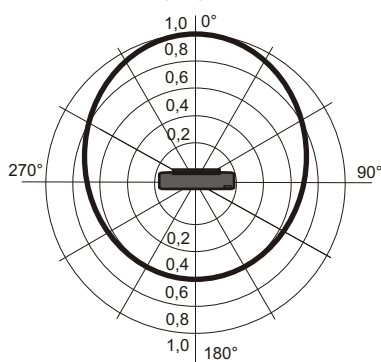

Рис.2 Схема подключения и диаграмма направленности звука оповещателя.
- 2.6. Диаграмма направленности звука на рис.2 (п.5.3)
5.1. Перед установкой необходимо проверить внешний вид оповещателя на наличие повреждений и проверить работоспособность следующим образом:подключить источник питания (типа Б5-7) к выводам оповещателя (рис.2), предварительно установив напряжение питания (12 \pm 3)В. При этом оповещатель должен выдать звуковой и световой сигналы.
5.3. На рис.2 показана схема подключения и диаграмма направленности звука.